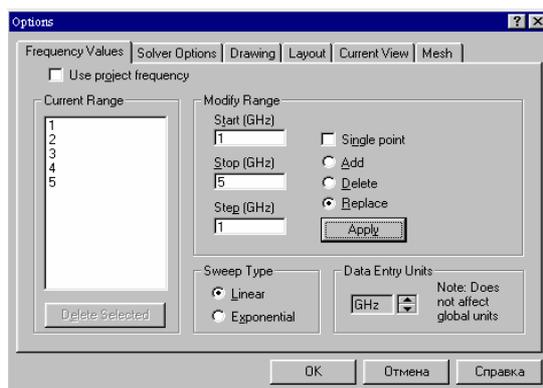

Рис. 2.10. Диалог установки частот моделирования
6. Нажмите **Apply** и затем **OK**. Окно Current Range показывает диапазон и шаг частот, который вы задали (рис. 2.10).